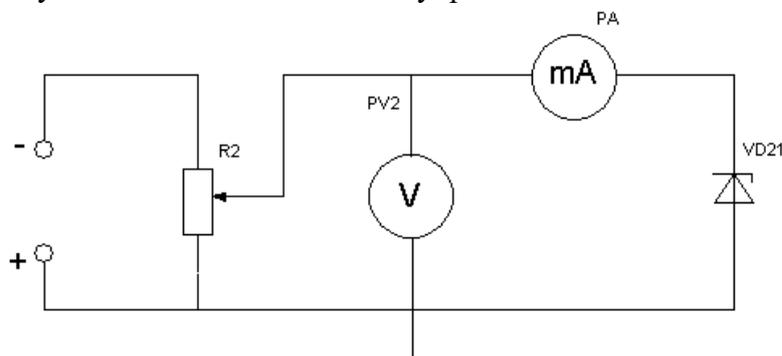

Рисунок 2.5. Исследование полупроводникового стабилитрона при обратном включении
*Примечание:* При снятии обратной характеристики опорного диода по схеме рисунок 2.5 необходимо изменить напряжение источника питания от 2.5 до  $U_{ст}$ . Вблизи  $U_{ст}$ . Напряжение менять через 1В. Ток стабилизации не должен превышать 30 мА